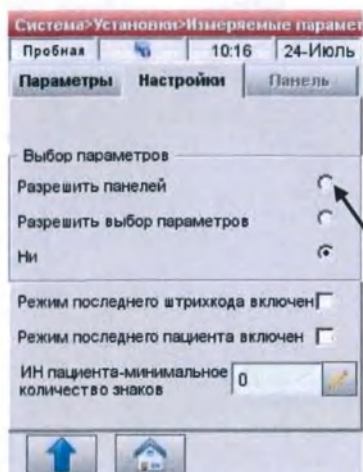

Рис.3-24 Разрешить панелей
3. В таблице **<Настройки>** (Рис.3-24), нажмите **<Разрешить панелей>**. По умолчанию эта опция не активирована.